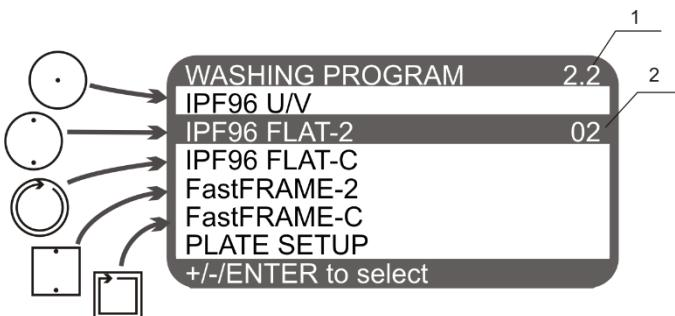
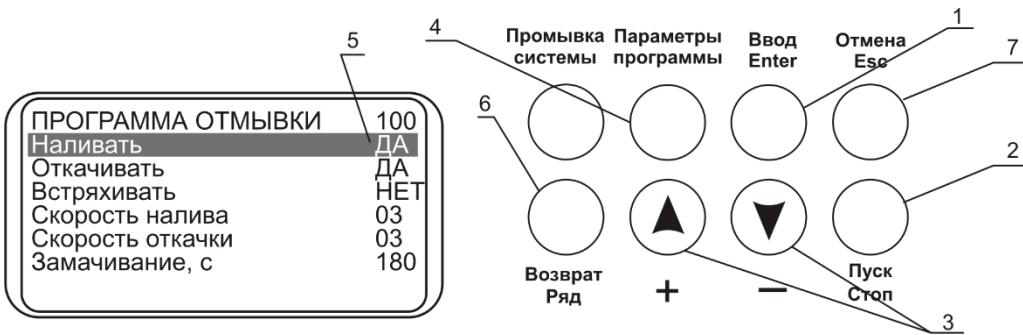

Рисунок 5. Выбор программы
Рисунок 4. Панель управления
- 5.2. Изначально в приборе запрограммированы следующие программы, см. таблицу 1. Все значения всех программ могут быть изменены. Все параметры программы и их значения отображаются в таблице 2. Пользовательские программы разделены на пять категорий по 10 программ. Каждая категория относится к различному планшету и, соответственно, методу аспирации (рис. 4):
- 5.4. Кнопкой **Ввод** (рис. 4/1) выберите категорию программы промывки в зависимости от вида планшета (рис. 5/2). Кнопками + и - (рис. 4/3) выберите номер программы, от 1 до 10. Категория и номер программы отображаются в правом верхнем углу дисплея (рис. 5/1).
- 5.5. Чтобы просмотреть и изменить параметры программы, нажмите кнопку **Параметры программы** (рис. 4/4). Активируется 1-й параметр программы (Наливать – да/нет, рис. 4/5).
- 5.7. При нажатии кнопки **Возврат/ряд** (рис. 4/6) производится возврат на предыдущий параметр программы.
- 5.9. Чтобы выйти из режима просмотра и изменения параметров, не сохраняя программу, нажмите кнопку **Отмена/Esc** (рис. 4/7).
- 5.10. Запустите программу нажатием кнопки **Пуск/Стоп** (рис. 4/2).
5.19. Рисунок 4. Панель управления
- Рисунок 4. Панель управления